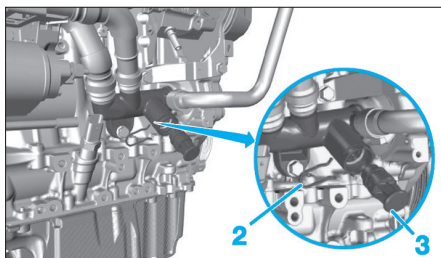

Fig. 21
- Déposer l'agrafe (2) du bouchon (3) située sur le collecteur d'eau (Fig.21).